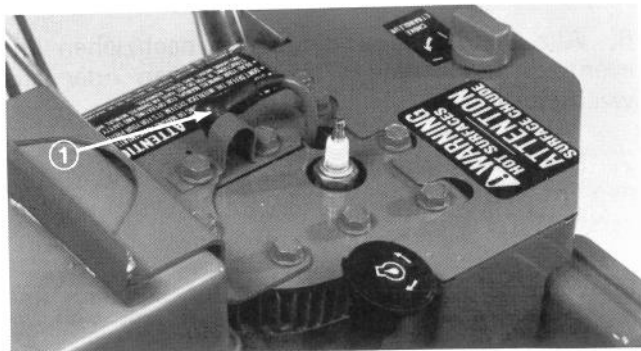

Abb. 37
2. Das Hochspannungskabel von der Zündkerze abziehen (Abb. 37) und die Kerze herausschrauben.
4. Das Hochspannungskabel mit der Zündkerze verbinden (Abb. 37).